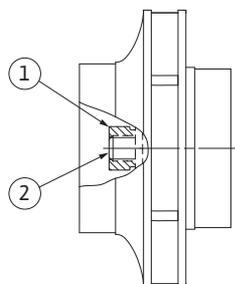

Fig. 52: Correcte positie van de waaiermoer na de installatie
29. As vasthouden (zie stap 24) en de waaiermoer met het aangegeven aanhaalmoment vastdraaien (zie lijst "Tabel 11: Aanhaalmomenten schroeven" op pagina 243). De moer (Fig. 52, pos. 1) moet ongeveer  $\pm 0,5$  mm gelijk liggen met het uiteinde van de as (Fig. 52, pos. 2). Als dit niet het geval is, de moer losdraaien en stappen 25 tot 29 van de werkwijze herhalen.